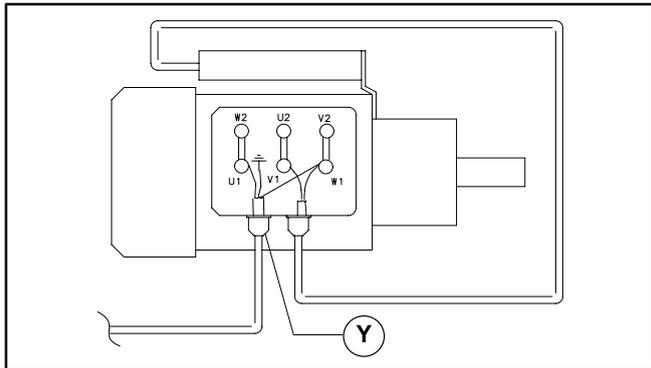

Abbildung 15
- b. Die Farben der Adern an Klemmen U1, W1 und Erdungsklemme (Schutzleiter) ( $\perp$ ) (Abbildung 15) aufschreiben. Klemmen U1, W1 und Erdungsklemme lösen und Adern entfernen.
- c. Die Kabelklemme (Y siehe Abbildung 15) lösen und Kabel herausziehen.